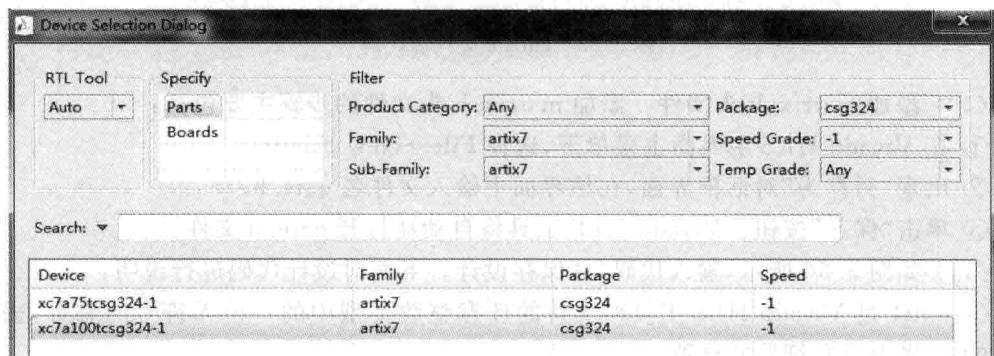

图 5.63 器件选择界面
① 如图 5.63 所示, 出现 Device Selection Dialog(器件选择对话框)界面。在该界面中, 选择 xc7a100tcsg324-1(器件)。
② 然后单击 OK 按钮。
① Family: artix7;
② Sub-Family: artix7;